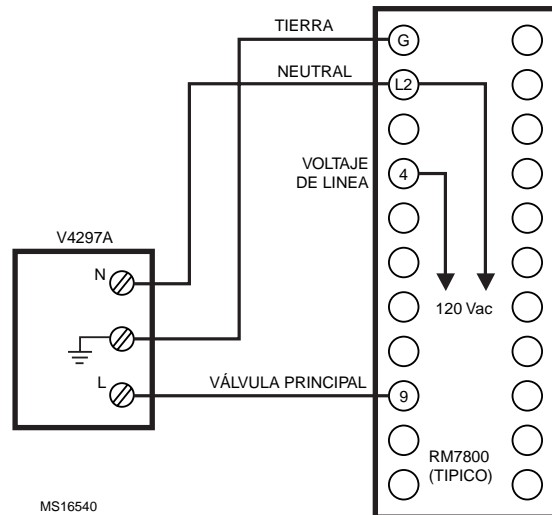

Fig. 13. Diagrama de cableado típico para la V4297A.
3. Vea la Fig. 13 para el cableado en campo típico de una V4297A con el Control de Quemador RM7800. Siga el diagrama de cableado del fabricante del quemador, cuando esté disponible. Refiérase al diagrama de cableado del módulo de relé para las designaciones específicas de cableado de las terminales.